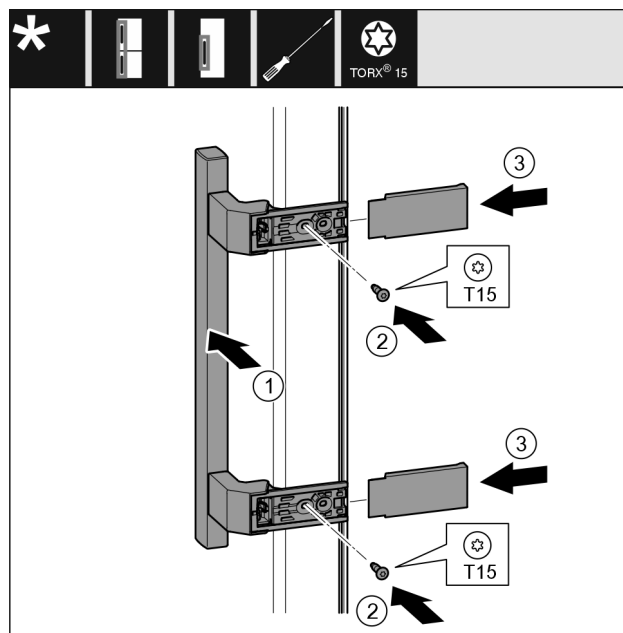

Fig. 11
- Applicare la maniglia sul lato opposto. *Fig. 11 (1)*
- Avvitare le viti con un cacciavite T15. *Fig. 11 (2)*
- Applicare le coperture lateralmente e spingerle in sede. *Fig. 11 (3)*